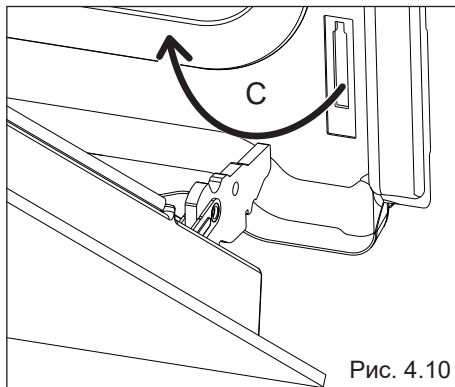

Рис. 4.10
- Вытащите крючки шарнирного соединения из пазов, как показано стрелочкой “С” (рис. 4.10).